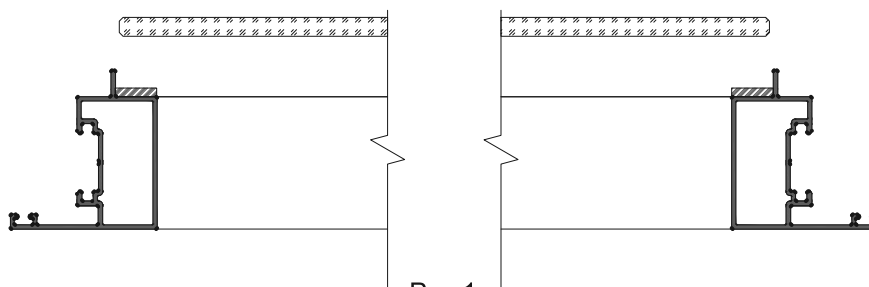

Рис.1
1. Вклейку производить на ровной поверхности. Створку расположить горизонтально, пазом для вклейки стекла вверх. Перед нанесением герметика убедитесь, что поверхность на которую будет наноситься герметик, чистая, сухая и свободна от жира и других загрязнений, которые могут ухудшить адгезию. С помощью монтажного пистолета, в паз по всему контуру створки, нанести в одну нитку силиконовый герметик DOW CORNING 881 (рис.1). При нанесении герметика необходимо обеспечить полное заполнение швов, что бы предотвратить образование воздушных пузырьков! Для предотвращения загрязнения створки и рабочего места, все работы по нанесению герметика выполнять аккуратно. Все загрязнения от герметика необходимо незамедлительно вытирать насухо неоставляющей жирных пятен или ворсинок тканью.
1. Вклейку производить на ровной поверхности. Створку расположить горизонтально, пазом для клейки стекла вверх. Все поверхности, кроме стеклянных, должны быть тщательно очищены смесью изопропилового с водой (1:1). Стеклянные поверхности должны быть очищены смесью изопропилового спирта/воды/раствора силена (рекомендации по использованию основываются на результатах тестов адгезии, приведенных службой технического сервиса компании 3M). Нанести ленту по всему контуру створки, ровно, без складок и растяжений (Рис.1). Оптимальная температура нанесения ленты +20 до +40°C. Нанесение ленты при температурах ниже +15°C не рекомендуется.